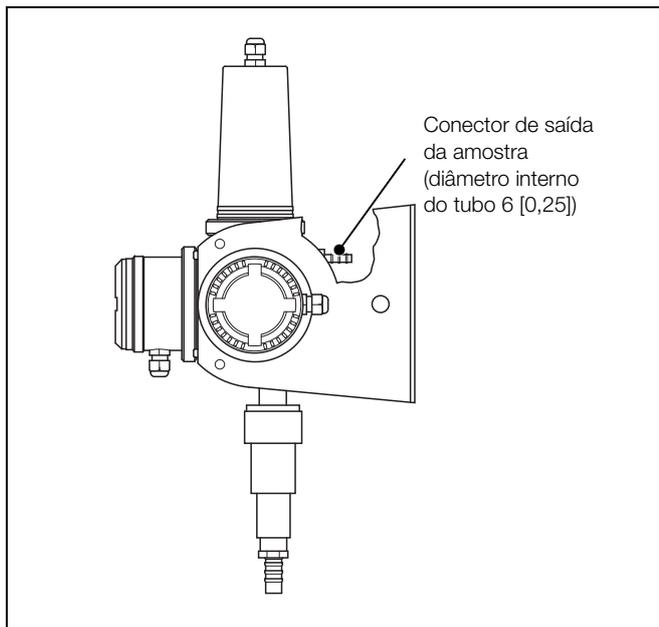

Fig. 3.10 Série 7998 –
3. Consulte a Fig. 3.10, ligue o tubo de saída da amostra.